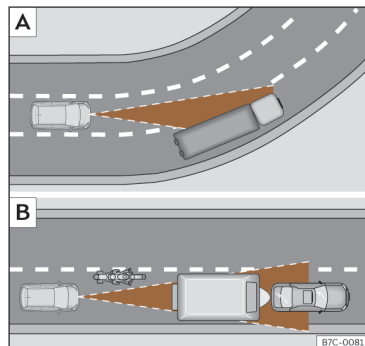

Fig. 132 **A** Veículo numa curva. **B** Motociclo que circula à frente, fora do raio de alcance do sensor de radar.
O ACC poderia não detetar em curva o veículo precedente ou poderia regular a distância com veículos que se encontram noutras faixas >>> **Fig. 132 A**.
- Veículos que circulem desalinhados ou fora da zona de deteção do sensor, por exemplo, motociclos >>> **Fig. 132 B**.